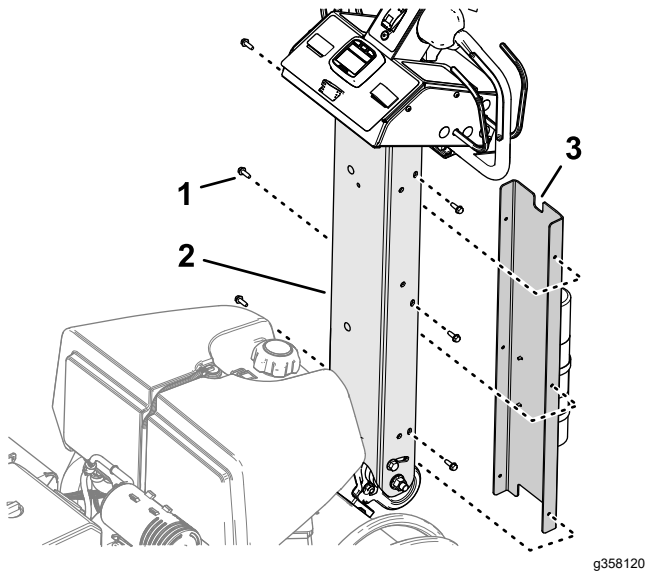

Figura 12
1. Alinee la muesca pequeña en la cubierta del manillar con la muesca hacia arriba (Figura 12)